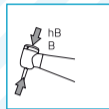

Fig. 4.1
- 1) Insira e rode ligeiramente a broca até a prender no mecanismo de bloqueio. (Fig. 4.1)